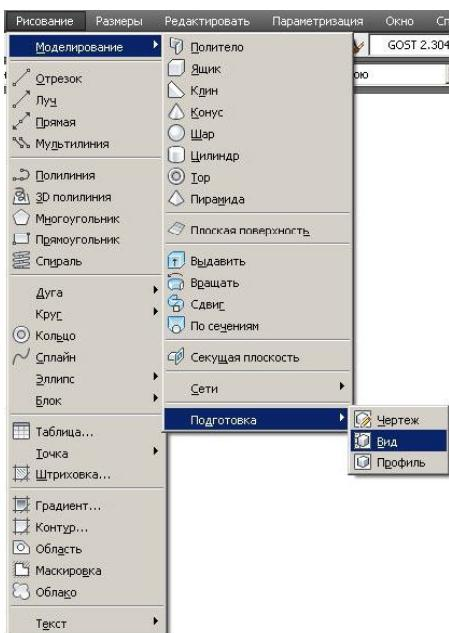

Рисунок 79 – Команда
3.6.4 Создаем первый из стандартных видов – вид сверху. Для этого вызываем команду «Т-ВИД» (\_SOLVIEW). Расположение команды «Т-ВИД» на ленте показано на рисунке 78. Этую команду можно также вызвать, выбрав из падающего меню «Рисование» подменю «Моделирование», в нем – подменю «Подготовка», а в нем – команду «Вид» (рисунок 79).